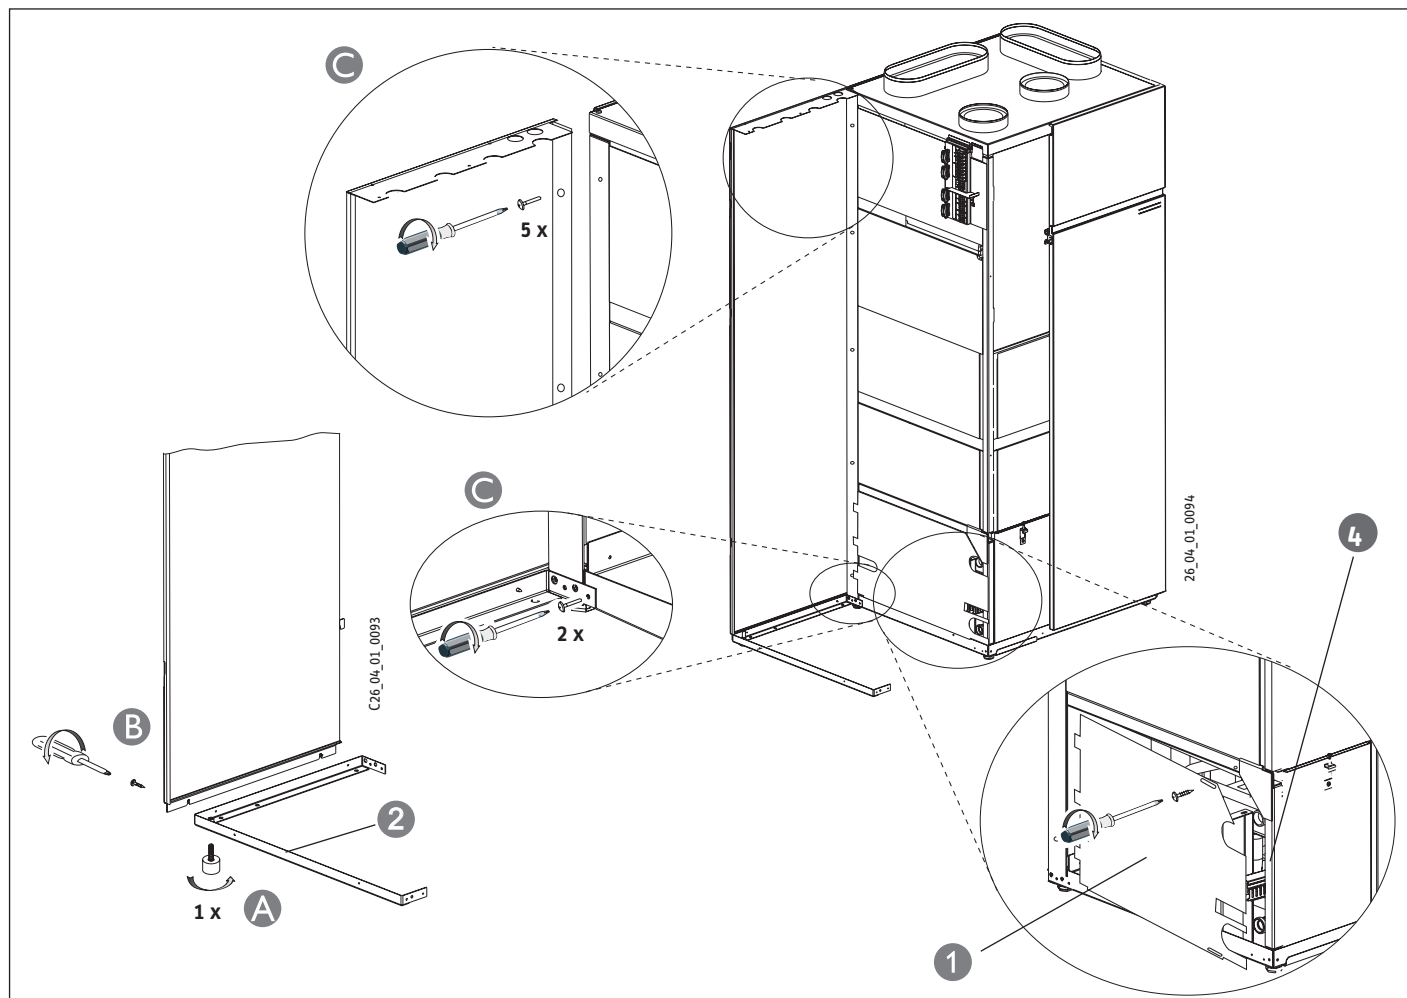

Abb. 9
- ⇒ Je einen kleinen Stellfuß in den Winkel ② und in die Leiste ③ hineindreihen A (Abb. 9 und 10).
- ⇒ Leiste ③ mit Stellfuß an den Winkel und den Rahmen des Funktionsmoduls anschrauben und ausrichten F. Hierzu die Kreuzschlitz-Schrauben M8x4 aus dem Beipack verwenden.